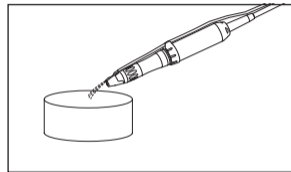

Fig. 9
4) Manejar la pieza de mano mientras pasa agua corriente a través de la boquilla de irrigación, al menos durante 20 segundos para eliminar los fluidos en la pieza de mano (Fig. 9). Al manejar la pieza de mano, gire el anillo de bloqueo de la fresa a la posición CLOSE.